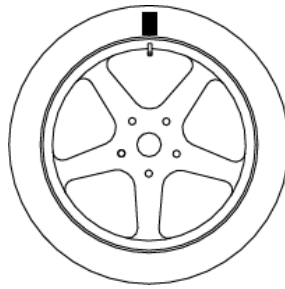

Рис. 5.4 Маркировка положения клапана на шине
3. Установите клапан (ниппель) в положение «12 часов», отметьте положение клапана на шине мелом (см. рисунок 5.4);